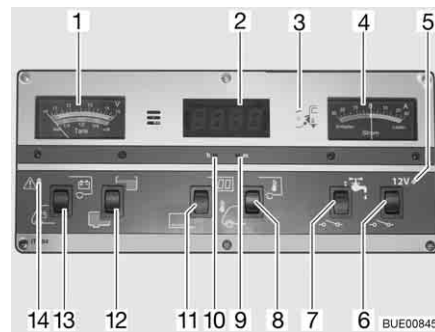

Bild 136 Panel IT 994
Med instrumentet V/tank (Bild 136,1) avläses den övre skalan. Instrumentets belysning tänds automatiskt när en knapp trycks in.
- Vippkontakten (Bild 136,13) trycks in nedtill: Startbatteriets spänning visas.
- Vippkontakten (Bild 136,13) trycks in upptill: Bodelsbatteriets spänning visas.
På instrumentet V/tank (Bild 136,1) avläses den undre skalan. Instrumentets belysning tänds automatiskt när en knapp trycks in.
- Vippkontakten (Bild 136,12) trycks in upptill: Vattenvolymen visas.
- Vippkontakten (Bild 136,12) trycks in nedtill: Avloppsvattenvolymen visas.
Den röda varningslampan ALARM (Bild 136,14) blinkar så snart spänningen i bodelsbatteri har sjunkit till under 11 V (mätning under pågående drift) och risk för djupurladdning föreligger.
- Vippkontakten (Bild 136,11) trycks in upptill: Visning av digitalur är inkopplad. Temperaturvisning är driftsklar.
- Vippkontakten (Bild 136,11) trycks in nedtill: Visning av digitalur och temperaturvisning är avstängda.
- Tryck i öppningen för timvisningen (Bild 136,10) med en spetsigt föremål, t. ex en pennspets, tills önskat timtal har nåtts.
- Tryck i öppningen för minutvisningen (Bild 136,9) med en spetsigt föremål, t. ex en pennspets, tills önskat minuttal har nåtts.
- Vippkontakten (Bild 136,8) trycks in upptill: Innetemperaturen visas.
- Vippkontakten (Bild 136,8) trycks in nedtill: Utetemperaturen visas.
På instrumentet ström (Bild 136,4) visas batteriströmmens flöde kontinuerligt. Instrumentets belysning tänds automatiskt när en knapp trycks in.
Med huvudbrytaren 12 V (Bild 136,6) kopplas panelen och bodelens 12 V-försörjning till eller från.
**Slå på:** ■ Vippkontakten (Bild 136,6) trycks in upptill: 12 V-försörjningen för bodelen är påslagen. Kontrollampan (Bild 136,5) lyser grönt.
**Slå från:** ■ Vippkontakten (Bild 136,6) trycks in nedtill: 12 V-försörjningen för bodelen är avstängd. Kontrollampan (Bild 136,5) slocknar.
Kontrollampen 12 V (Bild 136,5) lyser då huvudbrytaren 12 V (Bild 136,6) är inkopplad.
Den gula 230 V-kontrollampen (Bild 136,3) lyser när nätspänningen ligger på el-blockets ingång.
*Slå på:* ■ Vippkontakten (Bild 136,7) trycks in upptill: Vattenförsörjningen är aktiverad.
*Slå från:* ■ Vippkontakten (Bild 136,7) trycks in nedtill: Vattenförsörjningen är avstängd.